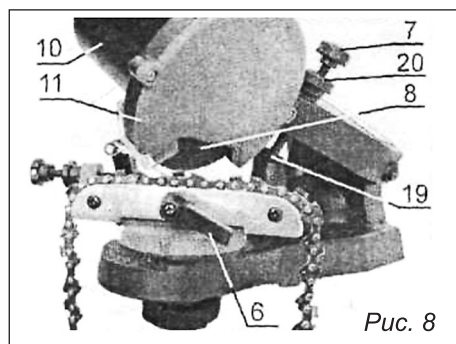

Рис. 8
- Опустите корпус 10 (рис. 8) и переместите цепь так, чтобы заточной диск 8 попал в выемку зуба и уперся в нее.
- Удерживая корпус 10 (рис. 8) в этом положении вкрутите винт 7 до упорной площадки 19 основания и затяните гайку 20.
- При заточке зубьев цепи плавно опускайте корпус 10 (рис. 8) до касания винтом 7 упорной площадки 19 (рис. 8). Заточка получается качественной, если контакт между диском и зубом происходит постепенно и плавно. Не задерживайтесь долго на обработке одного зуба.
• По завершении заточки одного зуба нажатием на красную кнопку выключите станок. Поднимите корпус 10 (рис. 8) в верхнее положение.